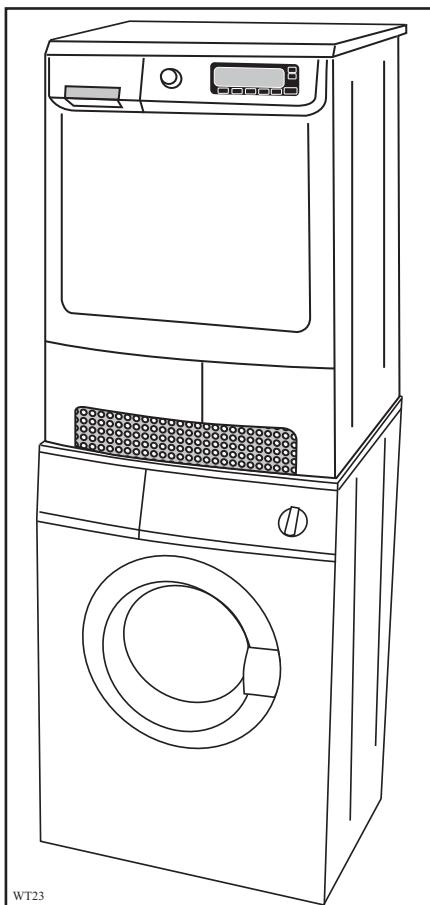

Fig 15
- Modeller med låge på sokkel (fig 15, 16 og 17).